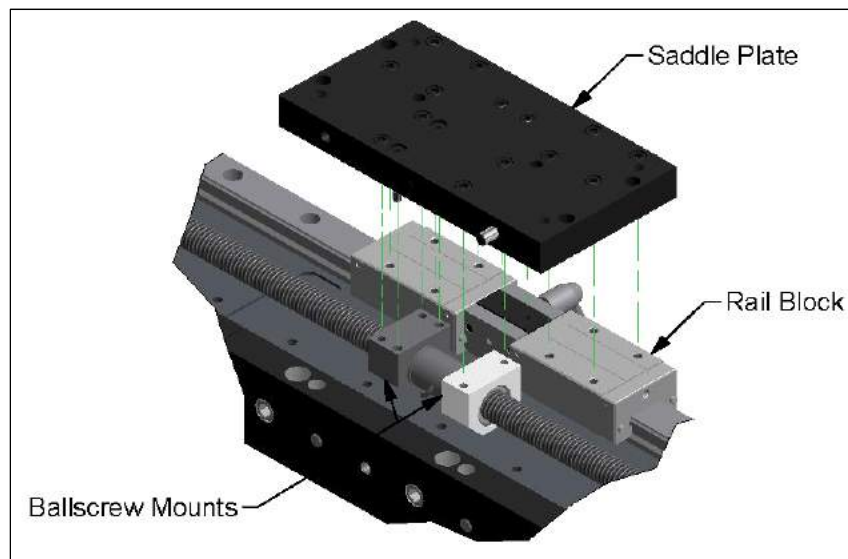

Figura 9
1. Fije la placa del ensillado a los bloques del riel como se muestra en la Figura 9. El borde exterior debe estar a ras de los bloques del riel. Esto alinea el ensillado con el lecho y, a su vez, alinea el cilindro con este.